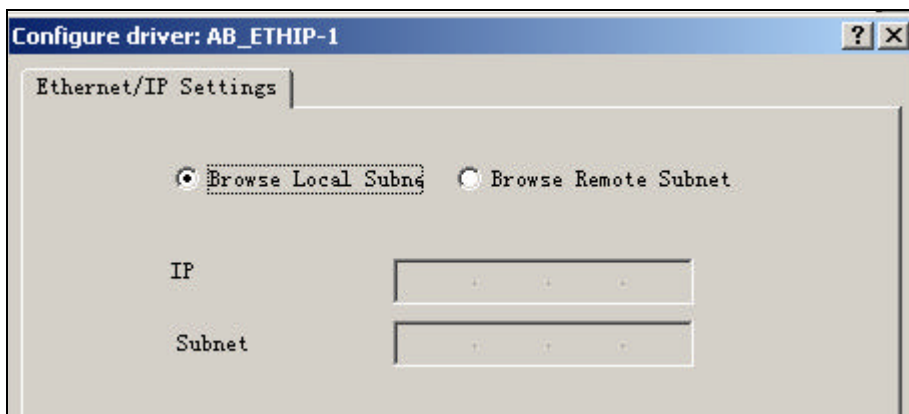

图 6-19 添加一个新的 Ethernet/IP 驱动
3) 点击 Add New，添加一个新的 Ethernet/IP 的驱动后点击 OK，操作如图 6-19 所示。